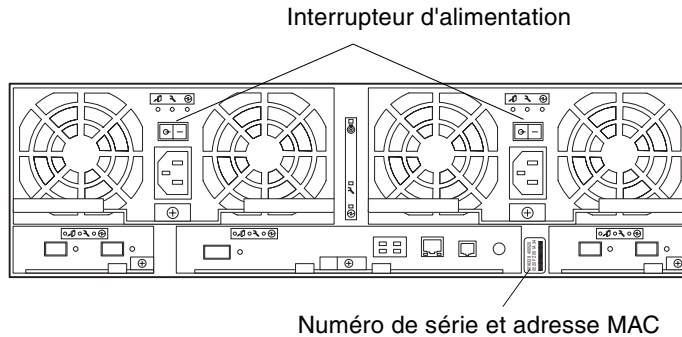

FIGURE 6-16 Baie — Vue arrière
5. Appuyez sur l'interrupteur de marche/arrêt des UAR pour les mettre hors tension (FIGURE 6-16).
La FIGURE 6-16 illustre l'emplacement de l'interrupteur de marche/arrêt. Les voyants verts s'allument.